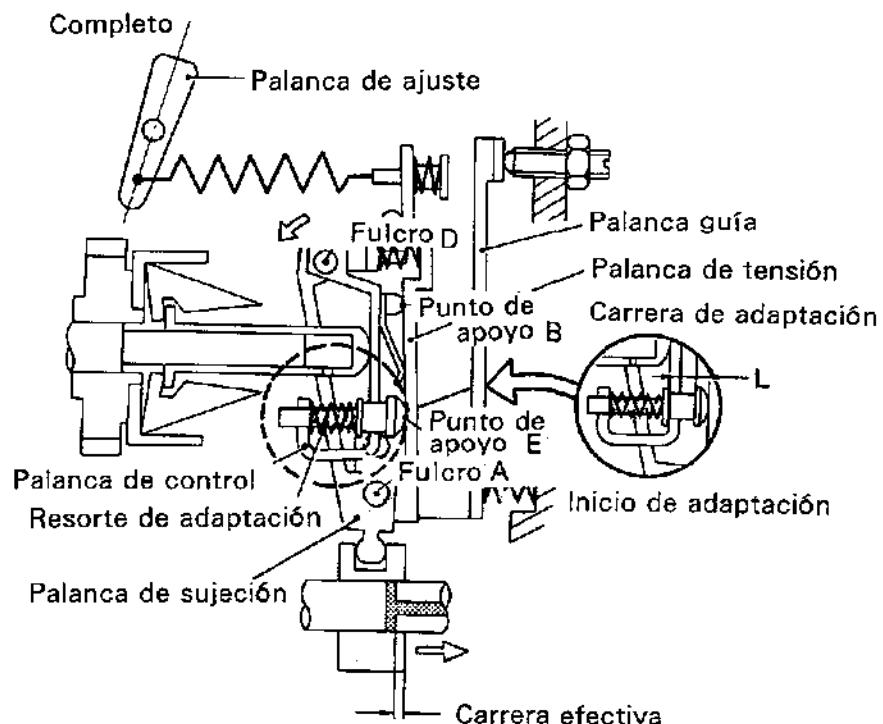

Figura.8-22 Adaptación inversa
Para el regulador con adaptación inversa, la palanca del regulador cambia de la del regulador normal como se muestra en la figura.8-22. La palanca del regulador se compone de una palanca guía, palanca de tensión, palanca de control y palanca de sujeción, y el resorte de adaptación que se usa en la palanca de control. La palanca de tensión y la palanca de sujeción hacen oscilar el fulcro A que está fijado en la palanca guía.
Cuando la velocidad de la bomba aumenta y la fuerza centrífuga del contrapeso sobrepasa la carga previa del resorte de adaptación, el resorte de adaptación interior se comprime primero, luego se comprime el resorte de adaptación exterior, y se mueve la palanca de tensión para la carrera de adaptación inversa. A la vez, puesto que la palanca de control oscila hacia la izquierda en el fulcro B y el fulcro D se mueve en la dirección mostrada por la flecha en la figura.8-22, la palanca de sujeción oscila hacia la izquierda en el punto A haciendo que el anillo de rebose se mueva en la dirección donde la cantidad de combustible aumenta. La cantidad de aumento de combustible se determina mediante la carrera de adaptación (L). (Vea la figura.8-22, carrera "L")